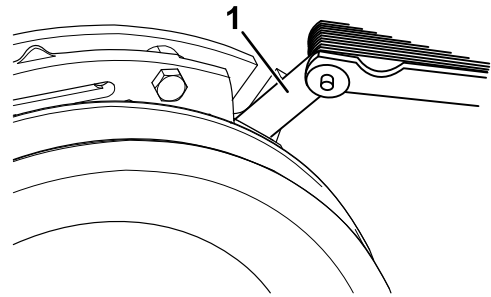
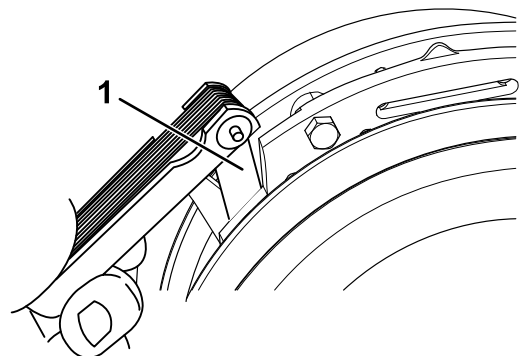

Figure 72
Figure 73
- E. À l'aide d'une jauge d'épaisseur de 0,025 cm (0,010 po), vérifiez qu'il existe un entrefer entre le rotor et la face de l'induit, de chaque côté du pôle de frein, comme montré à la Figure 72 et la Figure 73.